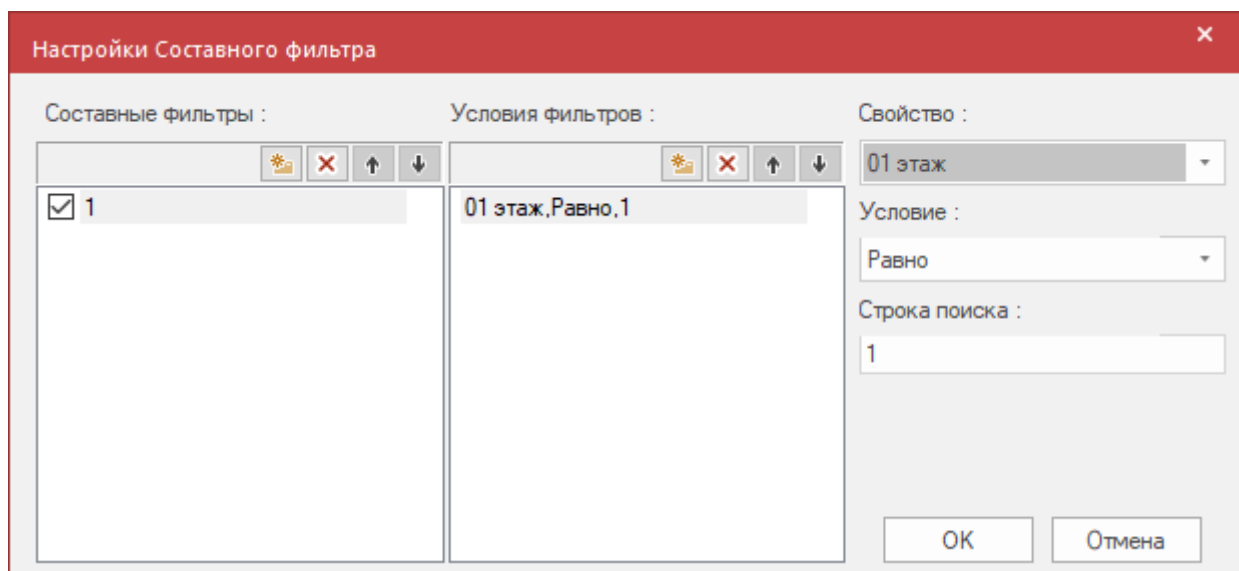

Рис. 4.5 Диалоговое окно Настройки составного фильтра
2. В открывшемся диалоге *Настройки составного фильтра* (рис. 4.5) в левой части окна при помощи кнопки добавить новый фильтр